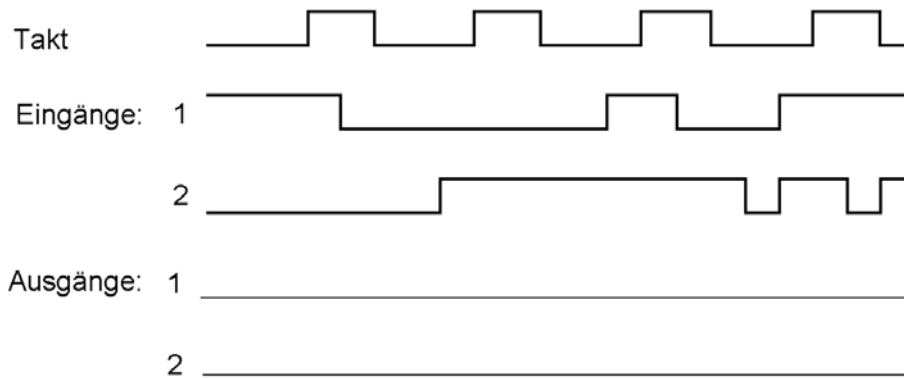

Abb. 2
2. An einem D-Flipflop-Register liegen Eingangssignale gemäß Abb. 2 an. Welche Signalverläufe erscheinen an den Ausgängen? (Einzeichnen.)